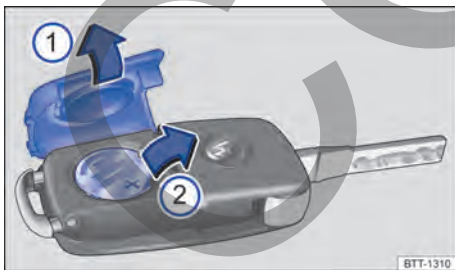

Fig. 41 Llave del vehículo con comando remoto: ① Abrir la tapa del alojamiento de la batería. ② Desmontar la batería.
Leyenda para → fig. 41:
- Retirar la cubierta en el lado posterior de la llave → fig. 41 ① en el sentido de la flecha → ①.
- Retirar la batería de su alojamiento con una herramienta adecuada ②.
- Colocar la nueva batería según lo indicado ② y presionar en sentido contrario al de la flecha hacia dentro del alojamiento de la batería → ①.
- Coloque la cubierta como se indica ① y presiónela en el sentido contrario al de la flecha sobre la carcasa de la llave del vehículo hasta encajarla.